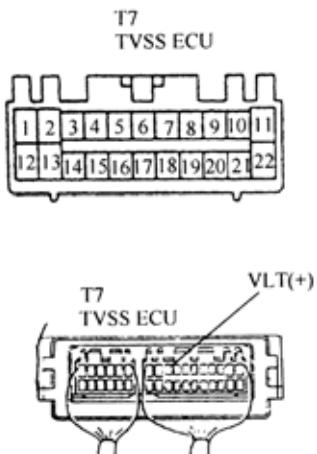

图 9-263
(3) 检查 TVSSECU(电源)，如图 9-263 所示。